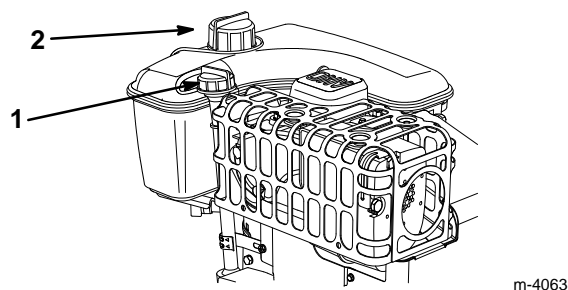

Figure 11
1. Nettoyez les abords de la jauge d'huile (Fig. 11).
2. Retirez la jauge du carter moteur (Fig. 11).
1. Nettoyez les abords du bouchon du réservoir d'essence (Fig. 11).